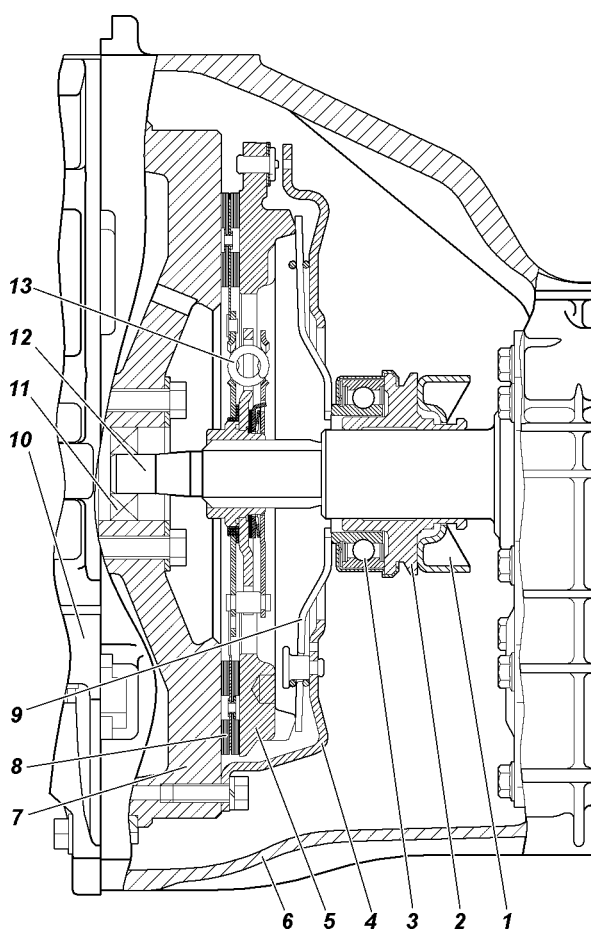
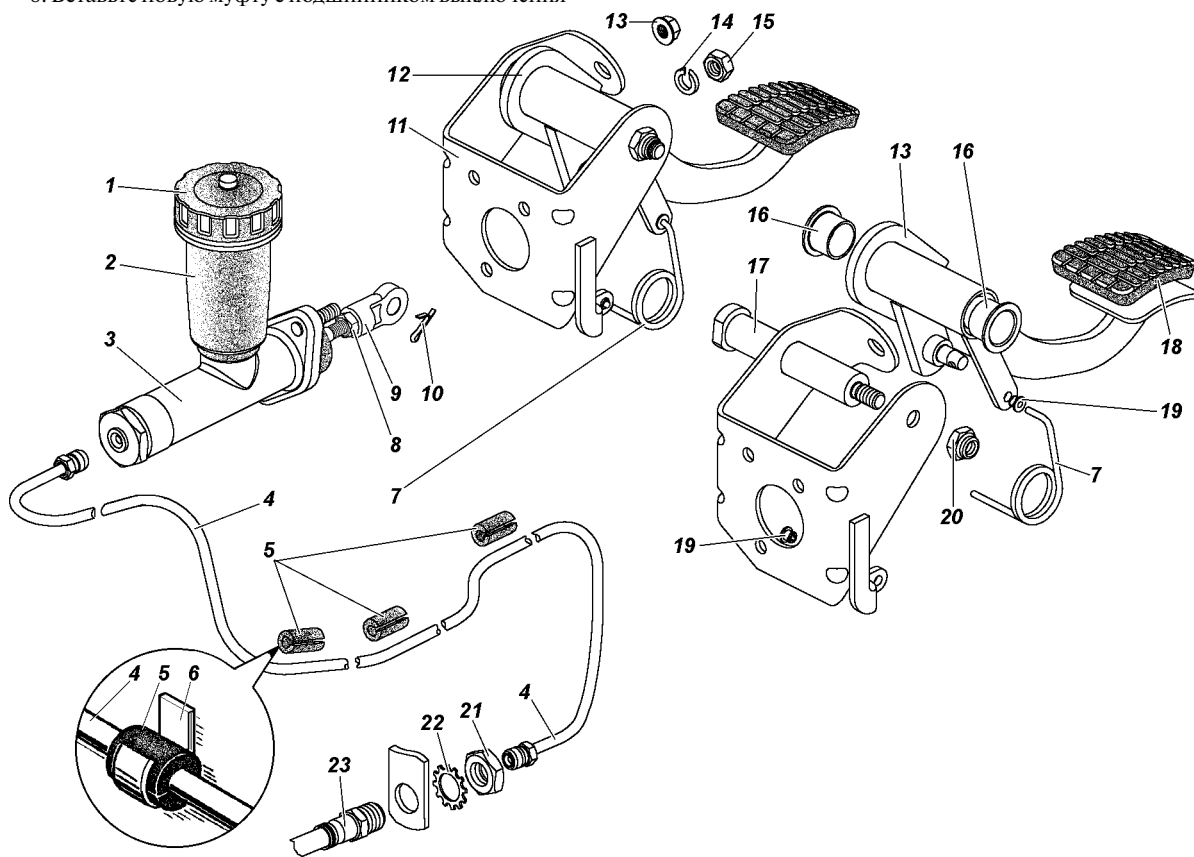

Рис. 5.1. Сцепление:
Рис. 5.2. Привод выключения сцепления (педаль, главный цилиндр и трубопровод):
Сцепление (рис. 5.1) автомобиля сухое, одно-дисковое, с центральной нажимной пружиной диафрагменного типа. Привод выключения сцепления (рис. 5.2, 5.3) - гидравлический.
4. Снимите муфту 2 (см. рис. 5.1) с подшипником 3 и вилку 1 с крышки первичного вала коробки передач.
- снимите пружину 7 (см. рис. 5.2) педали выключения сцепления;